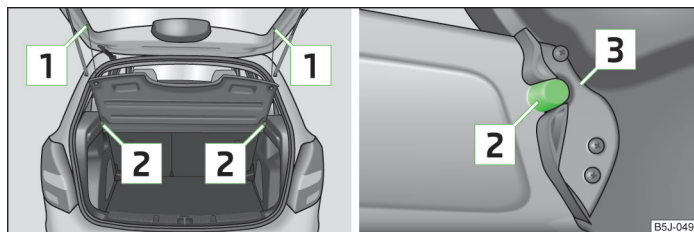

Fig. 48 Desmontar la cubierta del maletero
➤ Desenganchar las cintas de sujeción » fig. 48.
- Colocar los alojamientos en la cubierta [3] » fig. 48 sobre los soportes [2] en el revestimiento lateral.
- Los alojamientos de la cubierta [3] » fig. 48 deben estar encastrados en los soportes del revestimiento lateral [2].